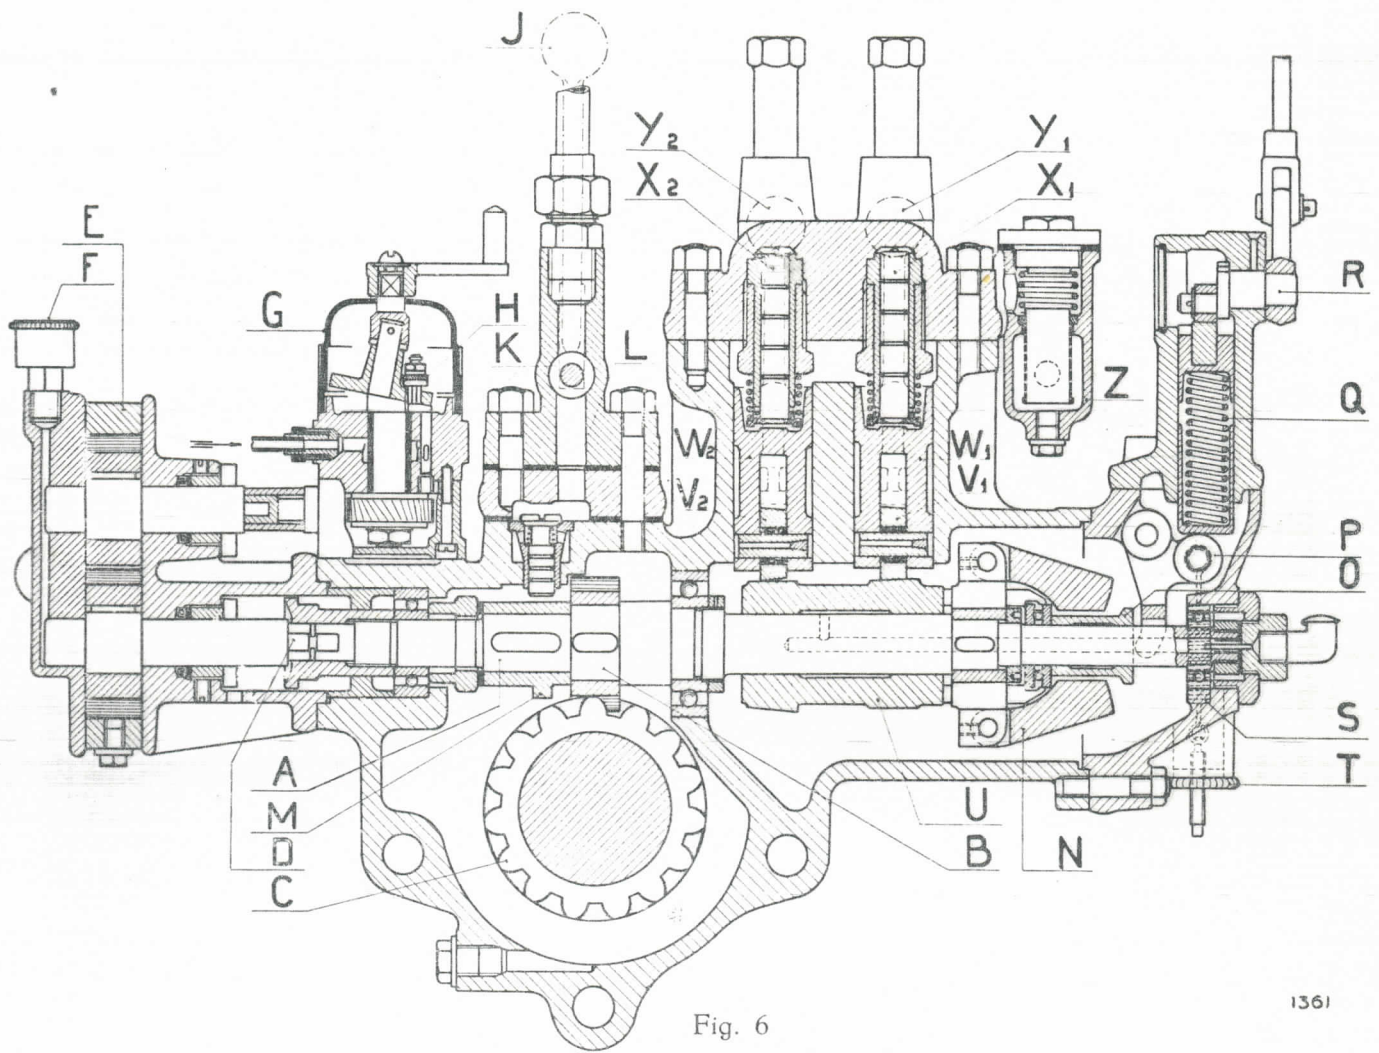

Fig. 6
79. Demontage van de dwarsas kan gemakkelijk geschieden nadat men de koelwaterpomp (fig. 6), resp. de beide smeeroliepompen (fig. 7), alsmede het reguletoerhuis afgenomen heeft. De koelwaterpomp, resp. de beide smeeroliepompen, worden door de dwarsas aangedreven door middel van een messing breekplaatje, dat als zekering dienst doet en dat beschadiging voorkomt, wanneer men zou trachten den motor aan te zetten met een bevroren koelwaterpomp; verwijder dit plaatje alvorens tot verdere demontage over te gaan. Wanneer men nu het stophandeltje in den stopstand plaatst, waardoor de rollen der brandstofpompen vrij van de nokken komen, kan de as met de nokken en den reguletoer naar de zijde van het reguletoerhuis in zijn geheel uitgenomen worden.